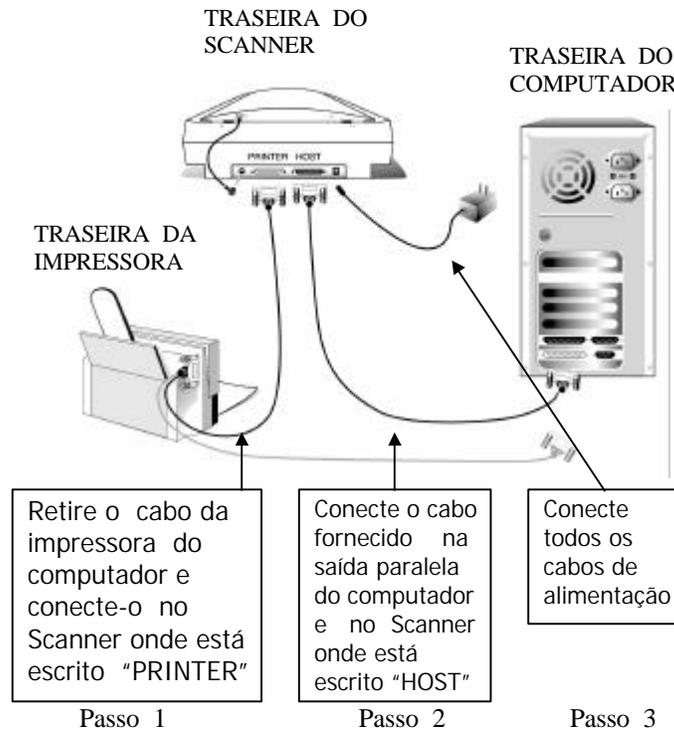

Figura 1. Conectando o Scanner
2. Estude cuidadosamente a Figura 1.
4. cabo de sinal da impressora que voce desconectou da Porta Paralela do computador, conecte-o na traseira do Scanner onde se lê: "PRINTER" (veja a Figura 1, Passo 1)
6. Conecte o cabo fornecido com o Scanner na parte traseira deste onde se lê: "HOST" (veja Figura 1, Passo 2).
7. Conecte a outra ponta desse mesmo cabo na Porta Paralela do seu computador (veja Figura 1, passo 3).
8. Depois de conectar os cabos do Scanner e da impressora nos respectivos lugares, ligue o cabo proveniente do adaptador no Scanner (veja Figura 1, Passo 3).